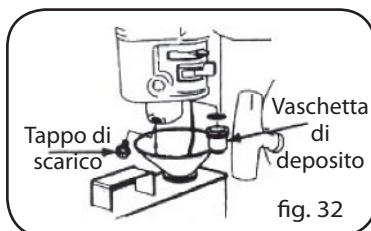

fig. 32
1. Sostituire l'olio motore (Fig. 32).